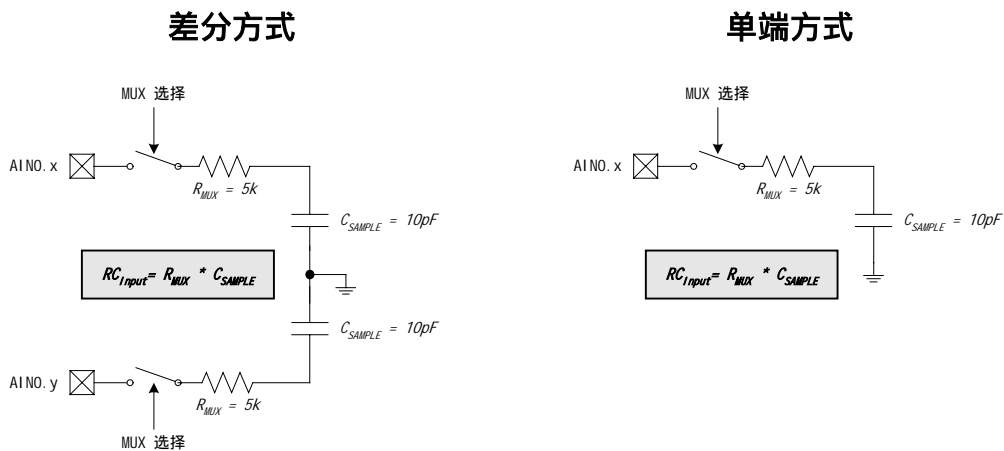

图 6.5 ADC0 等效输入电路
在进行一次精确的转换之前，需要有一个最小的跟踪时间。该跟踪时间由 ADC0 模拟多路器的电阻、ADC0 采样电容、外部信号源阻抗及所要求的转换精度决定。图 6.5 给出了单端和差分方式下等效的 ADC0 输入电路。注意：这两种等效电路的时间常数完全相同。对于一个给定的建立精度 (SA)，所需要的 ADC0 建立时间可以用方程 6.2 估算。当测量温度传感器的输出时， R_{TOTAL} 减小 R_{MUX} 。注意：在低功耗跟踪方式，每次转换需要用三个 SAR 时钟跟踪。对于大多数应用，三个 SAR 时钟可以满足跟踪需要。最小建立/跟踪时间要求见表 6.2。